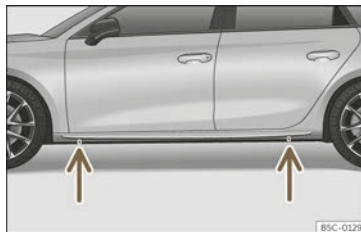

Abb. 262 Aufnahmeplätze für den Wagenheber.
- Suchen Sie am Längsträger die Markierung des Wagenheberaufnahmepunktes (Eindrückung), die dem zu wechselnden Rad am nächsten liegt >>> (Abb. 262).